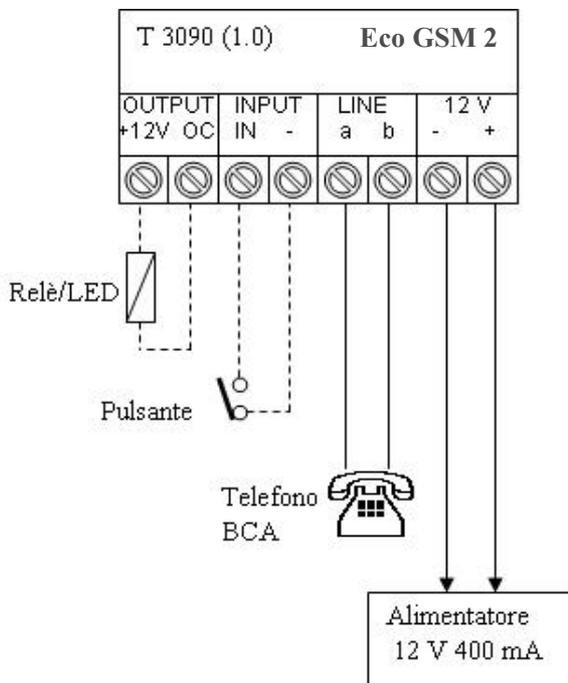
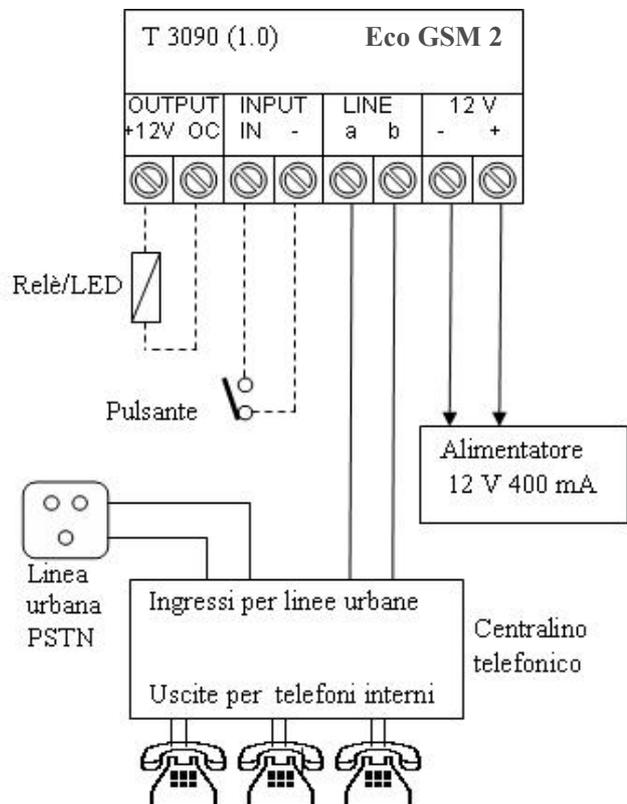

Fig. 3 - Collegamento con solo telefono BCA
Fig. 4 - Collegamento con centralino telefonico
- Collegare ai morsetti **LINE a e b** l'ingresso di linea urbana del centralino (vedi Fig. 4) o al telefono BCA (vedi Fig. 3). Assicurarsi che il centralino o il telefono operino in modalità DTMF.